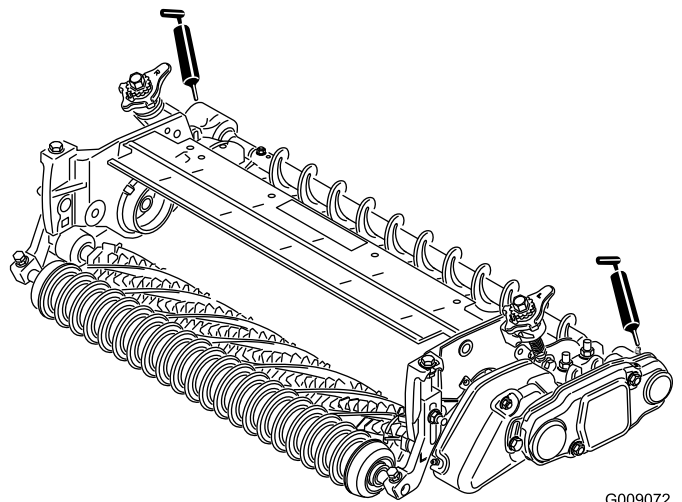

Figura 35
27. Lubrificate i raccordi d'ingrassaggio su ognuno degli alloggiamenti del cuscinetto della spazzola per rullo e sulla parte restante dell'apparato di taglio con grasso universale n. 2 a base di litio (Figura 35).